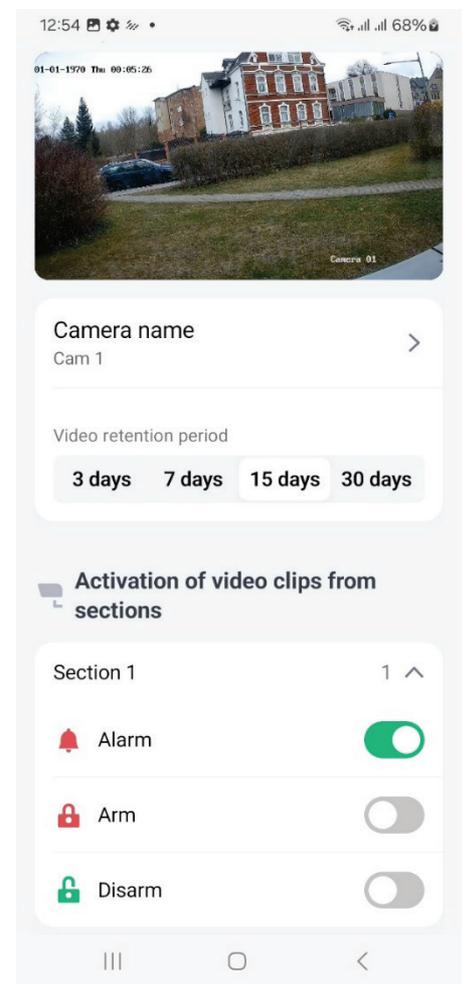

Fig. 5: inställningar för ström
7. En lista över anslutna kameror öppnas, där du kan se kamerans detaljer med ytterligare inställningar, se nedan (Fig. 5 och 8).